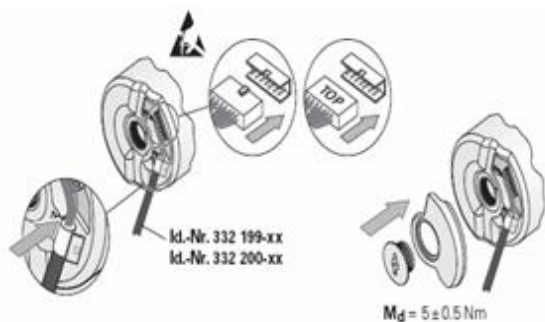

图 9 编码器接线
- 见图 9 所示方法安装编码器短线，并装上编码器后盖。插上编码器线，并用 M4 螺栓和线夹固定，最后用螺丝刀将盖板的螺栓拧紧（注意：屏蔽线的铁环要装进盖板的凹槽处），请勿直接用手接触插头管脚，将电缆插头小心插入编码器 PCB 插座，避免出现插歪，松动和压弯针脚的情况。（注意：拔出 PCB 电缆时，注意手持塑料插头部分，不得直接拉电缆细线）